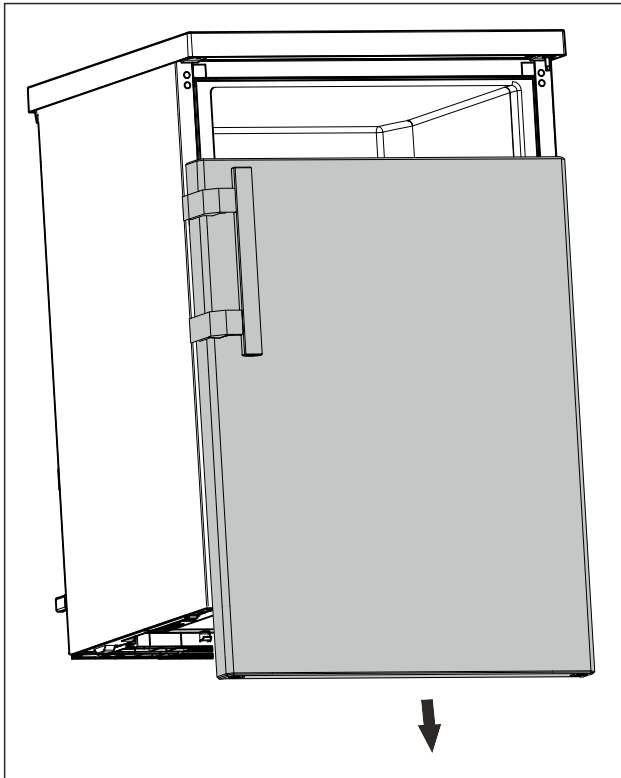

Fig. 17
- ▶ Vegye le lefelé az ajtót. (lásd Fig. 17)